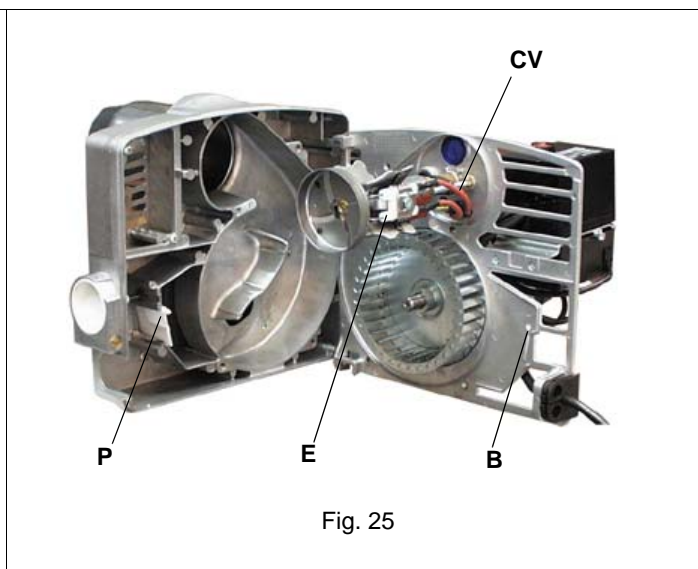

Fig. 25
**⚠** Per rimuovere l'ugello, usare obbligatoriamente due chiavi fisse come mostrato in Fig. 25, per evitare di danneggiare la
7 Svitare la vite V che fissa la testa di combustione e rimuovere la testa dal portaugello (Fig. 26 - Fig. 25).